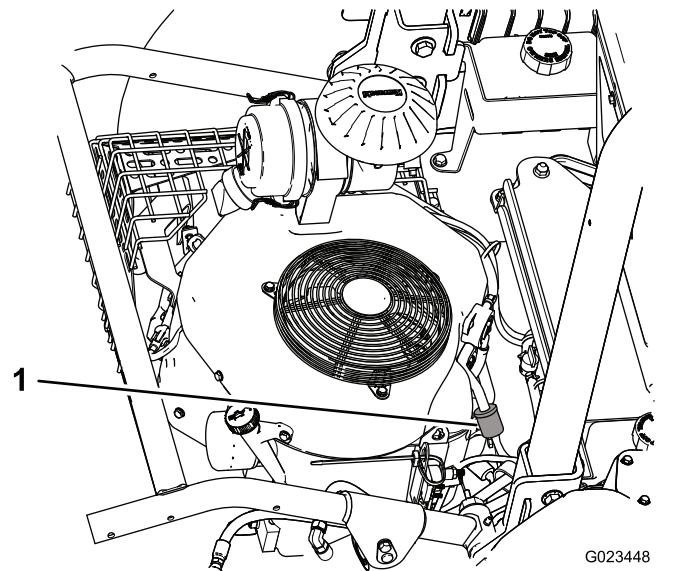
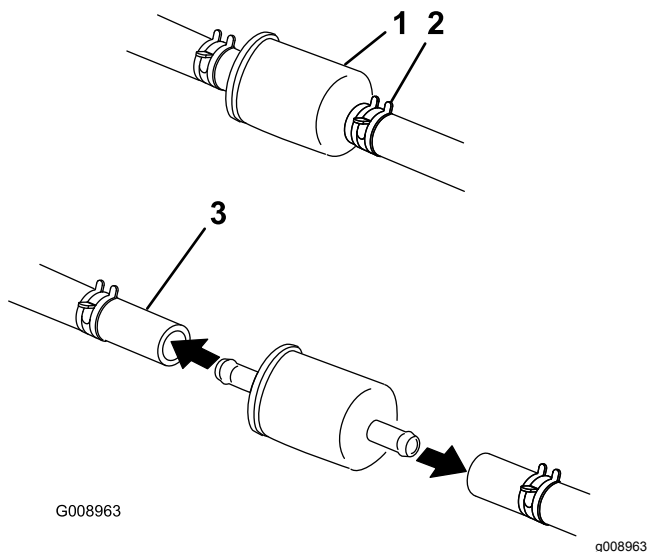

Bild 47
Bild 48
2. Lösen Sie die Schlauchklemme an der Vergaserseite des Filters und ziehen die Kraftstoffleitung vom Filter ab (Bild 47 und Bild 48).